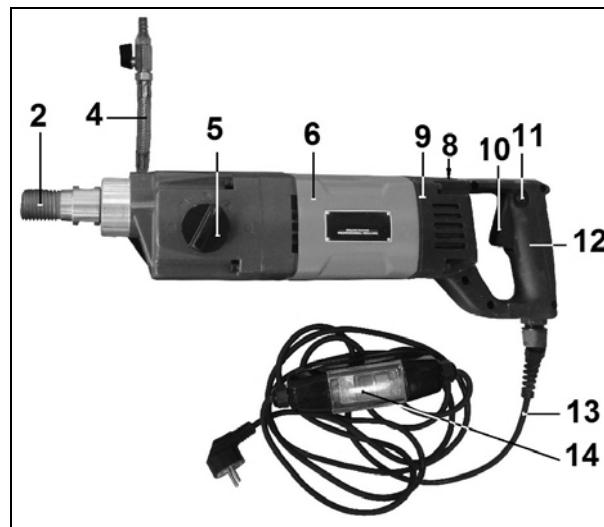

Рис. 4 Энкор ДА-Э-3 165Э (Арт. 48116)
- Для ДАЭ-3 165Э: Вверните в отверстие дрели узел подачи воды (4) (Рис. 4).